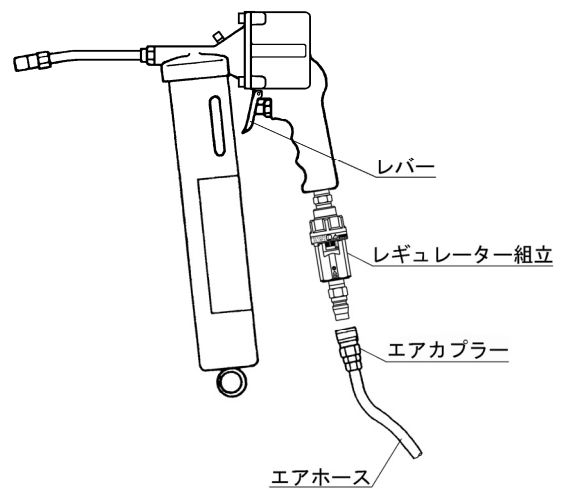

Fig.5
- 2) レギュレーター組立先端のエア供給口にエアホースを接続し、0.3~0.7MPa の範囲でレギュレーター組立を調整してください。（カプラー接続には、PS タイプのエアカプラーを別途用意してください。）（Fig.5）